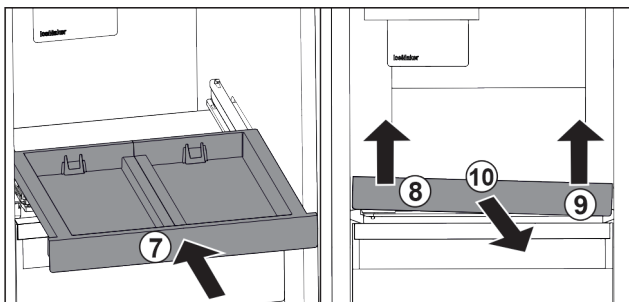

Fig. 125
- ▶ Empuje la balda extraíble. *Fig. 125 (7)*
- ▶ Levante la balda extraíble delantera izquierda. *Fig. 125 (8)*
- ▶ Levante la balda extraíble delantera derecha. *Fig. 125 (9)*
- ▶ Saque la balda extraíble de la parte delantera. *Fig. 125 (10)*